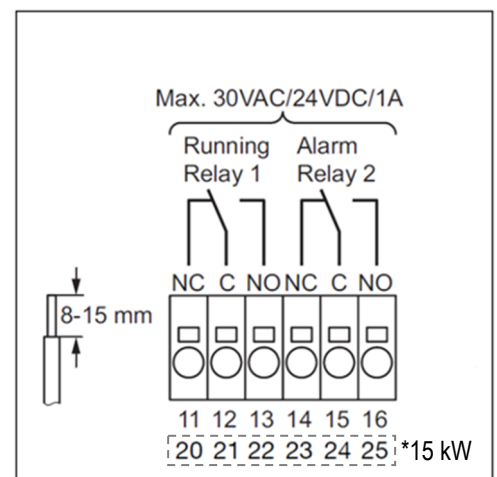

Abb. 9-7: Anschlussklemmen
- Relais 1 (siehe Abbildung 9-7, Klemmen 11, 12, 13,) kann zur Anzeige des Betriebszustands genutzt werden.
- Relais 2 (siehe Abb. 9-7, Klemmen 14, 15, 16) kann zur Anzeige von Störmeldungen verwendet werden.